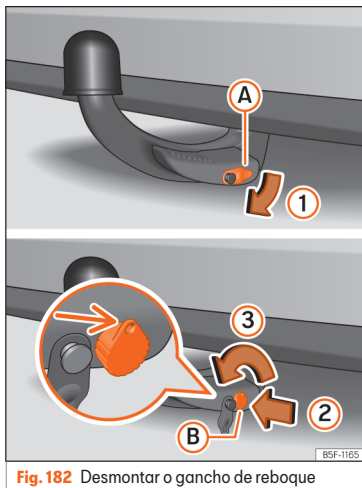

Fig. 182 Desmontar o gancho de reboque
»» **Fig. 182.**
- Rode a chave para a esquerda **3** apenas meia volta, até que o orifício da chave fique acima »» **Fig. 182.**